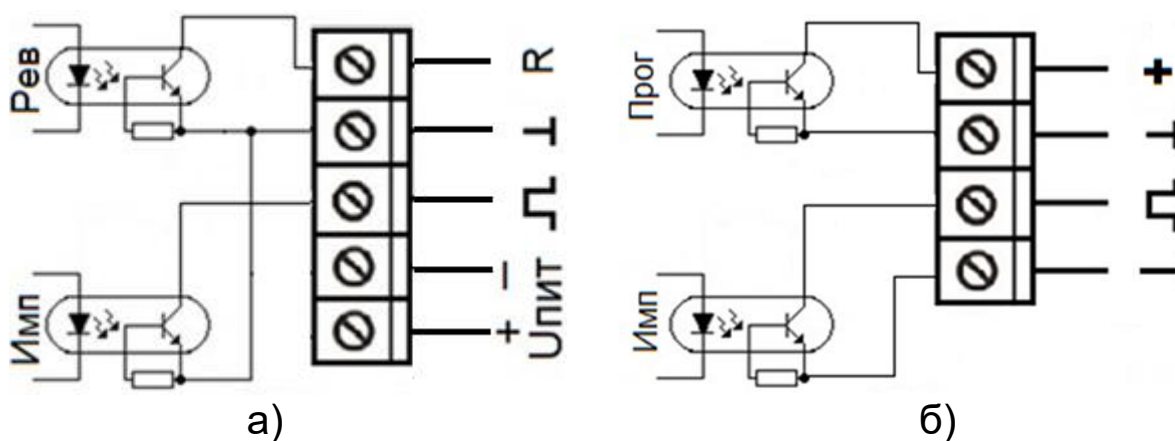

Рисунок 3. Схема дискретных выходов:
2.7.1 Расходомеры с однолучевым зондированием имеют дискретные выходы - импульсный выход «Имп» и выход сигнала обратного направления потока «Реверс» (R) (рисунок 3а).
Расходомеры с многолучевым зондированием имеют дискретные выходы - импульсный выход «Имп» и выход программируемый «Прог» (рисунок 3б).